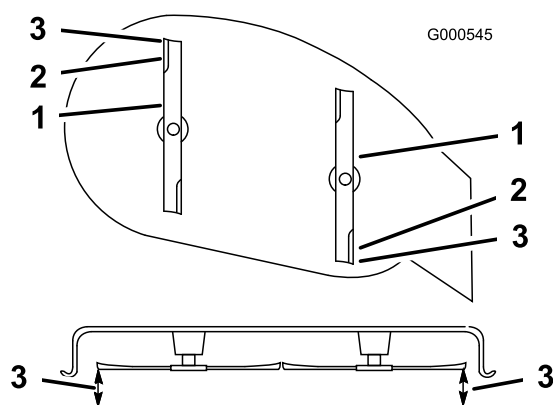

Bild 41
6. Messen Sie zwischen der Oberseite der Messerspitze vorne und hinten und der ebenen Fläche (Bild 41). Stellen Sie die vordere Sicherungsmutter ein, wenn die vordere Messerspitze nicht um 0 mm bis 6 mm tiefer als die hintere ist.
Hinweis: Stellen Sie die Mutter ein, bis die vordere Messerspitze um 0 mm bis 6 mm tiefer liegt als die hintere Messerspitze (Bild 41).